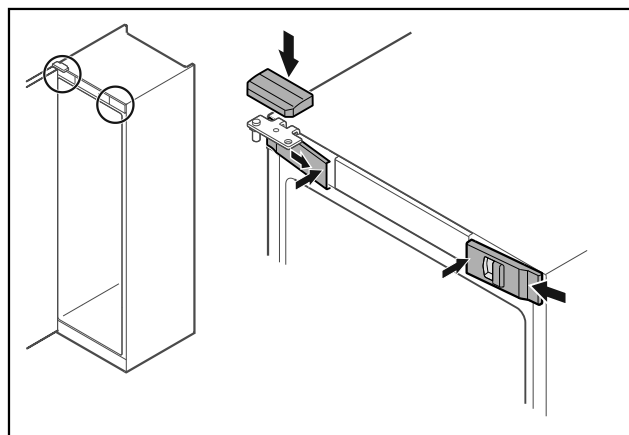

Fig. 50
- ▶ Agganciare le coperture anteriori Fig. 50 (1) di lato e innestarle all'interno.
- ▶ Innestare la copertura superiore Fig. 50 (2) dall'alto.